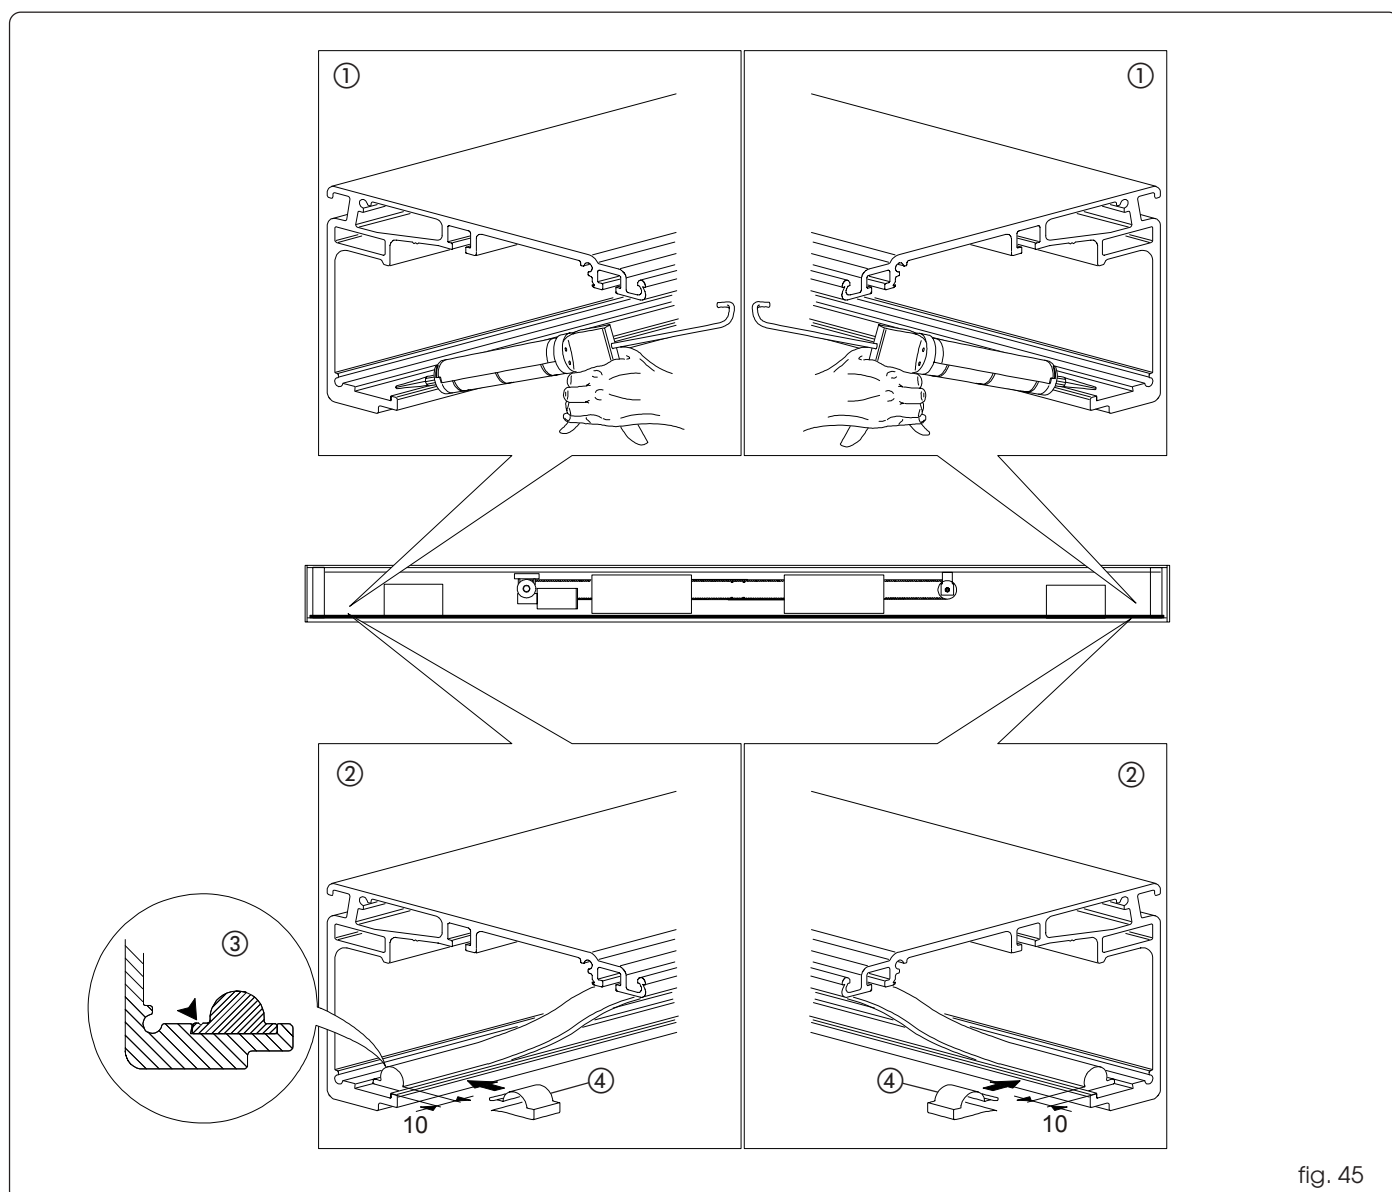

fig. 45
Cospargere la sede sul profilo portante con un sottile strato di silicone (fig. 45 rif. ①) e posizionare la guida di scorrimento in modo tale che rimangano 10 mm di spazio da entrambe le parti del profilo (fig. 45 rif. ②). Mantenere premuta la guida di scorrimento contro la sua sede e controllare che non si formino degli avvallamenti.
N.B.: la guida non è simmetrica; il lato con la gola deve essere rivolto verso la parete (fig. 45 rif. ③).
Bloccare la guida di scorrimento utilizzando le pinze elastiche in dotazione (fig. 45 rif. ④).